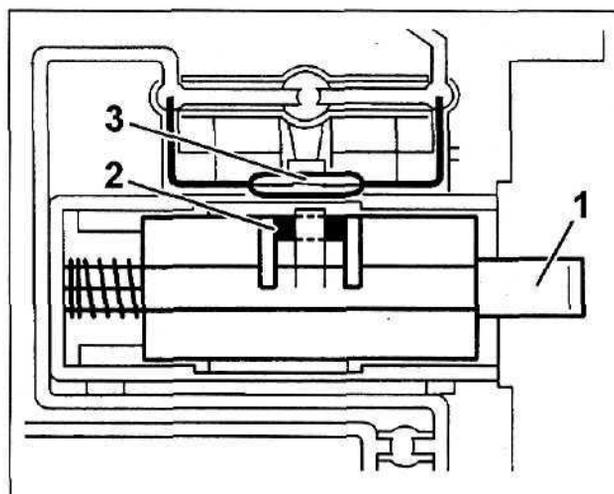

Рис. 24.
В положениях рычага выбора диапазона "P" и "N" (рис. 24) постоянный магнит (2) отводится от геркона (3). При этом язычковый контакт размыкается и в электронный блок управления АКПП поступает соответствующий сигнал. Блок управления посылает на реле блокировки запуска двигателя сигнал запрета запуска двигателя. Таким образом, силовые цепи, идущие к стартеру, могут быть замкнуты только в положениях рычага выбора диапазона "P" и "N".